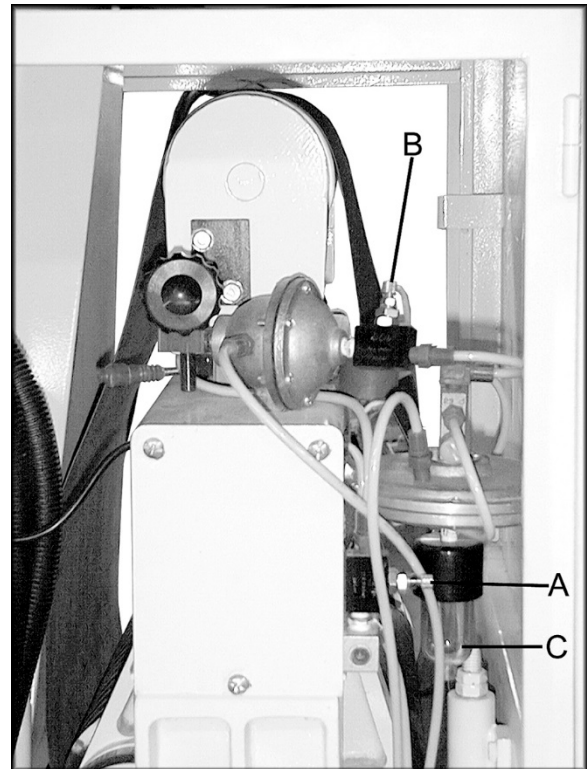

Рисунок 3
1. Отрегулируйте воздушный клапан (А), Рисунок 3, чтобы контролировать чувствительность хода.